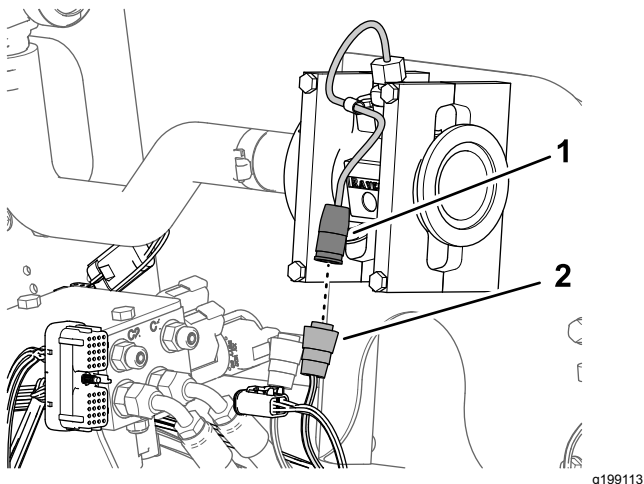

图87
1. 将标有流量计的 89cm 线束支管 3 插槽接头接入流量计的 3 针接头图87。